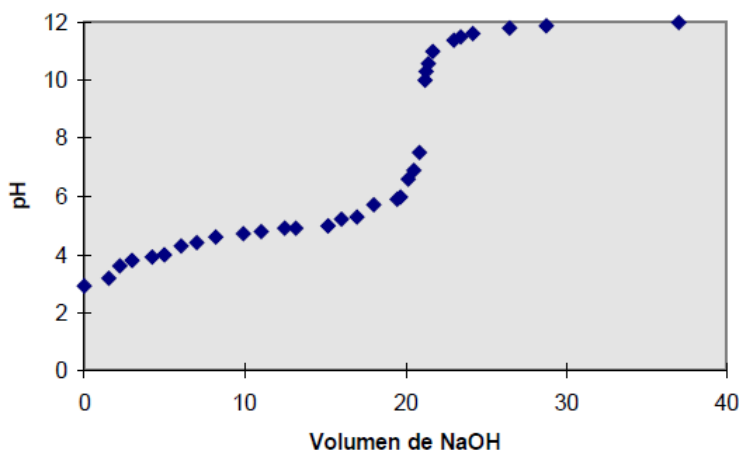

FIGURA 1
1. Se obtiene la curva de titulación como se muestra en la figura 1.